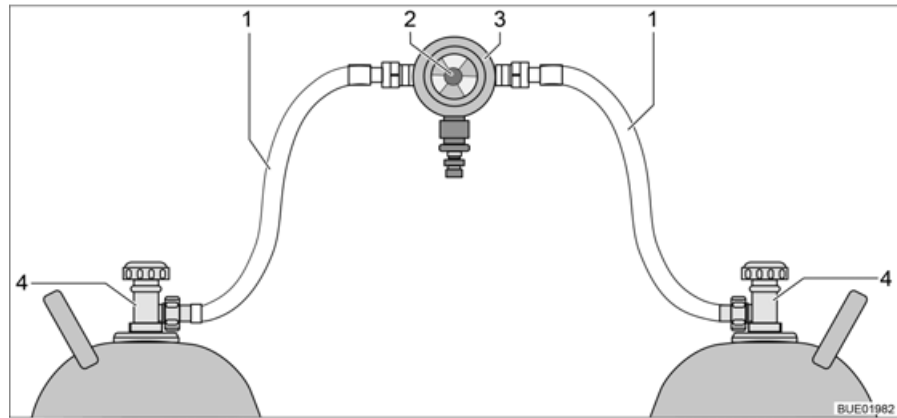
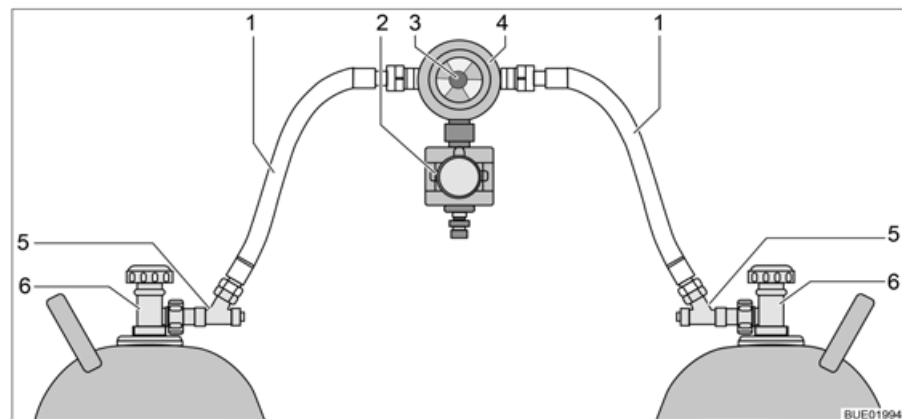

Bild 110 Gasflaschen-Umschaltanlage
Bild 111 Gasflaschen-Umschaltanlage mit CPU
Die Gasflaschen-Umschaltanlage besteht aus einem kombinierten Gasdruckregler mit Umschaltventil und Anzeige (Bild 110,3). Die Gasflaschen-Umschaltanlage ist zwischen den beiden Gasschläuchen (Bild 110,1) montiert.
Die Gasflaschen-Umschaltanlage besteht aus einem kombinierten Gasdruckregler mit Umschaltventil und Anzeige (Bild 111,4) und einem Elektroventil (Bild 111,2). Das Elektroventil sperrt bei Vollbremsung, Unfall oder ungewöhnlich großer Schräglage die Gaszufuhr zum Fahrzeug. Die Gasflaschen-Umschaltanlage ist zwischen den beiden Gasschläuchen (Bild 111,1) mit Schlauchbruchsicherungen (Bild 111,5) montiert.
Mit dem Drehknopf (Bild 110,2 bzw. Bild 111,3) an der Gasflaschen-Umschaltanlage lässt sich bestimmen, welche der Gasflaschen als Betriebsflasche und welche Gasflasche als Reserveflasche verwendet wird.
An der Bedieneinheit (Bild 112) können nur die elektrischen Funktionen geschaltet werden. Die Haupt-Absperrventile der Gasflaschen (Bild 110,4 bzw. Bild 111,6) müssen von Hand geöffnet oder geschlossen werden.
- Haupt-Absperrventile an den Gasflaschen (Bild 110,4 bzw. Bild 111,6) öffnen.
- Schlauchbruchsicherungen (Bild 111,5) nacheinander 10 Sekunden lang drücken.
- Mit dem Drehknopf (Bild 110,2 bzw. Bild 111,3) an der Umschaltanlage die Gasflasche wählen, der vorrangig das Gas entnommen werden soll (Betriebsflasche). Drehknopf immer bis zum Anschlag drehen.
- Haupt-Absperrventile an den Gasflaschen (Bild 110,4 bzw. Bild 111,6) schließen.